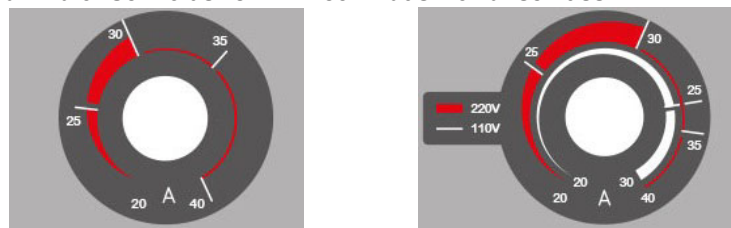

Abb. 17: Betrieb im 230V-Netzanschluss
Schritt 3: Halten Sie während des Schnitts eine mittlere, gleichförmige Geschwindigkeit ein. Verwenden Sie einen Vorlaufwinkel von 5° - 15° in Schnittrichtung. Die Abbildung 17 Punkt 3 gibt die Resultate einer falschen Schnittgeschwindigkeit wieder.